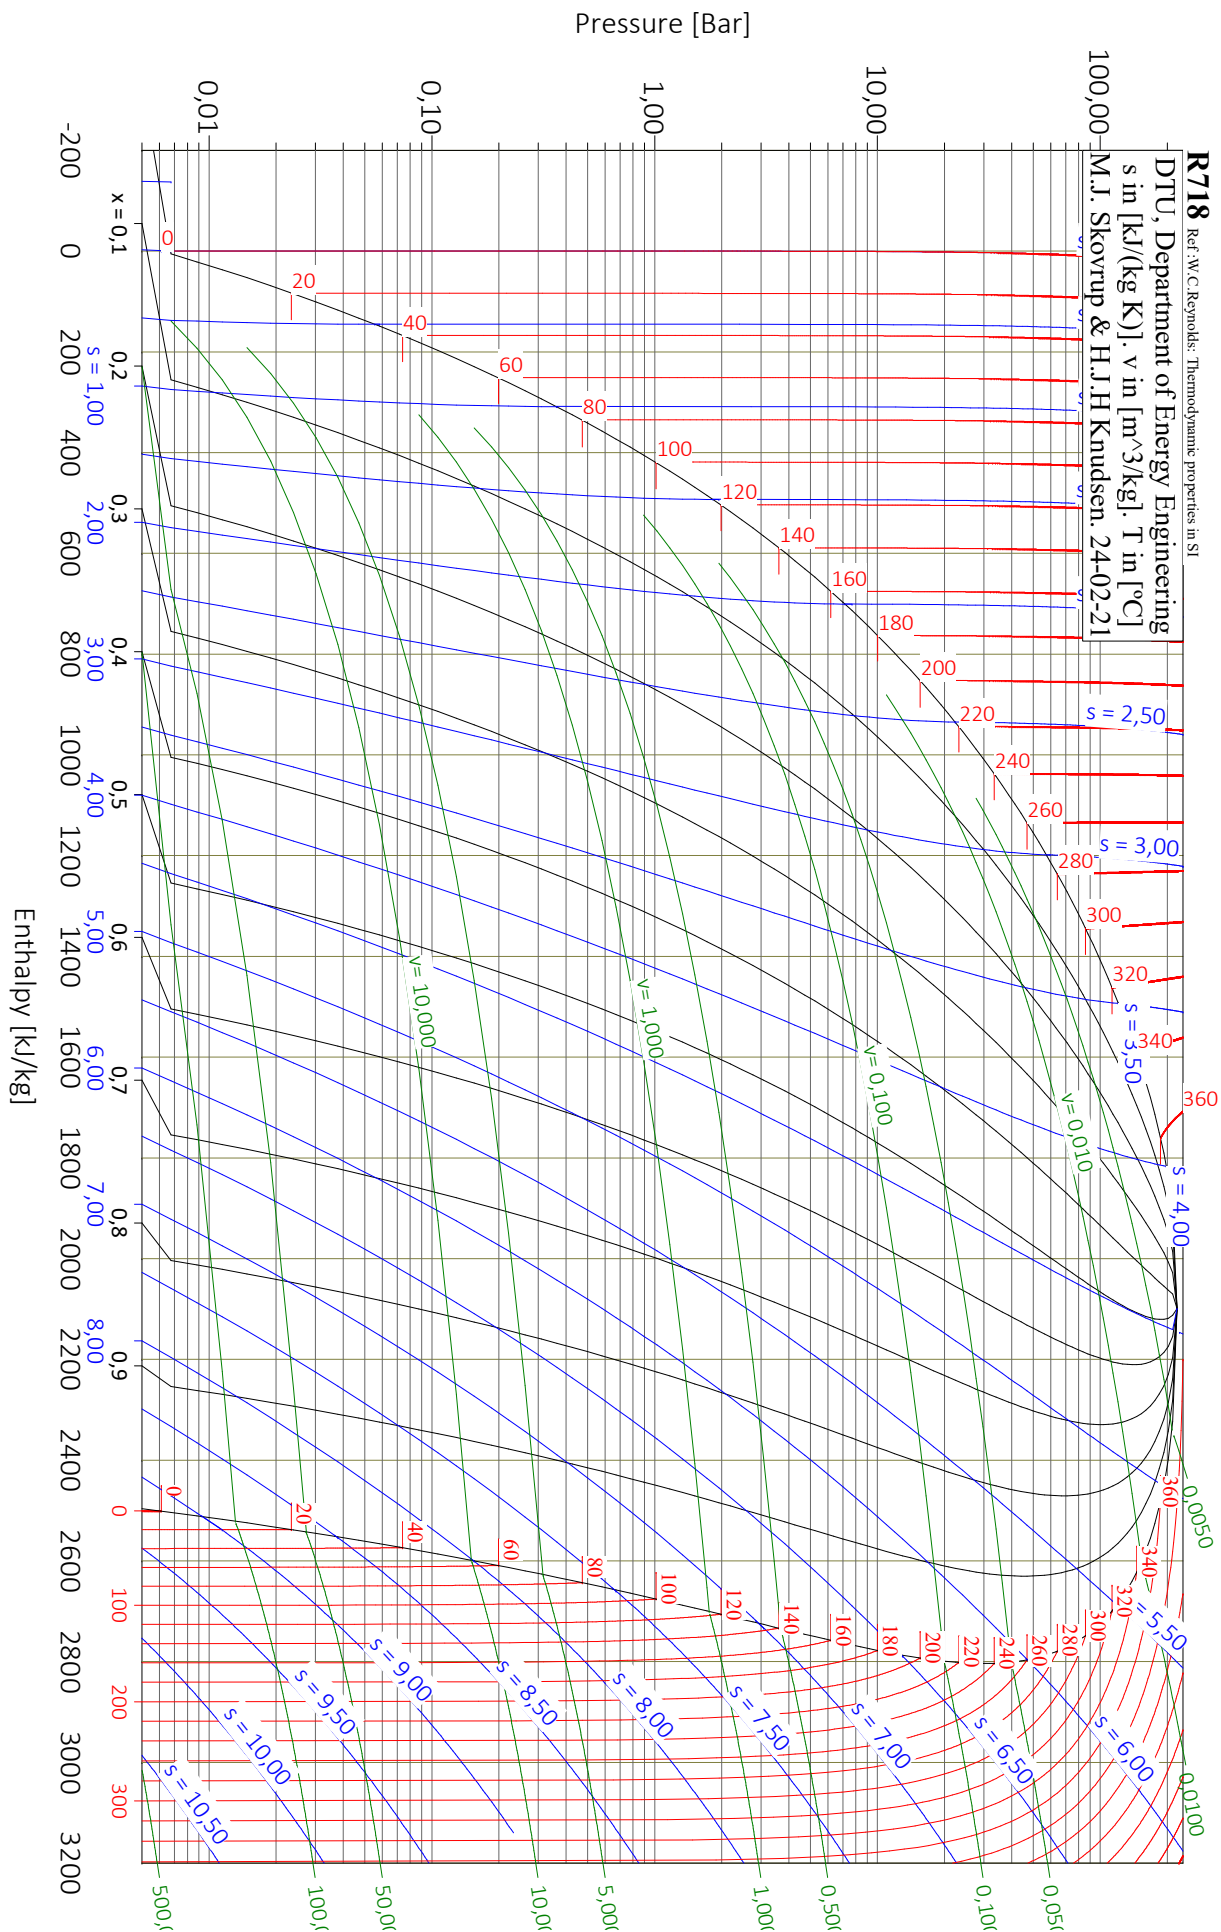
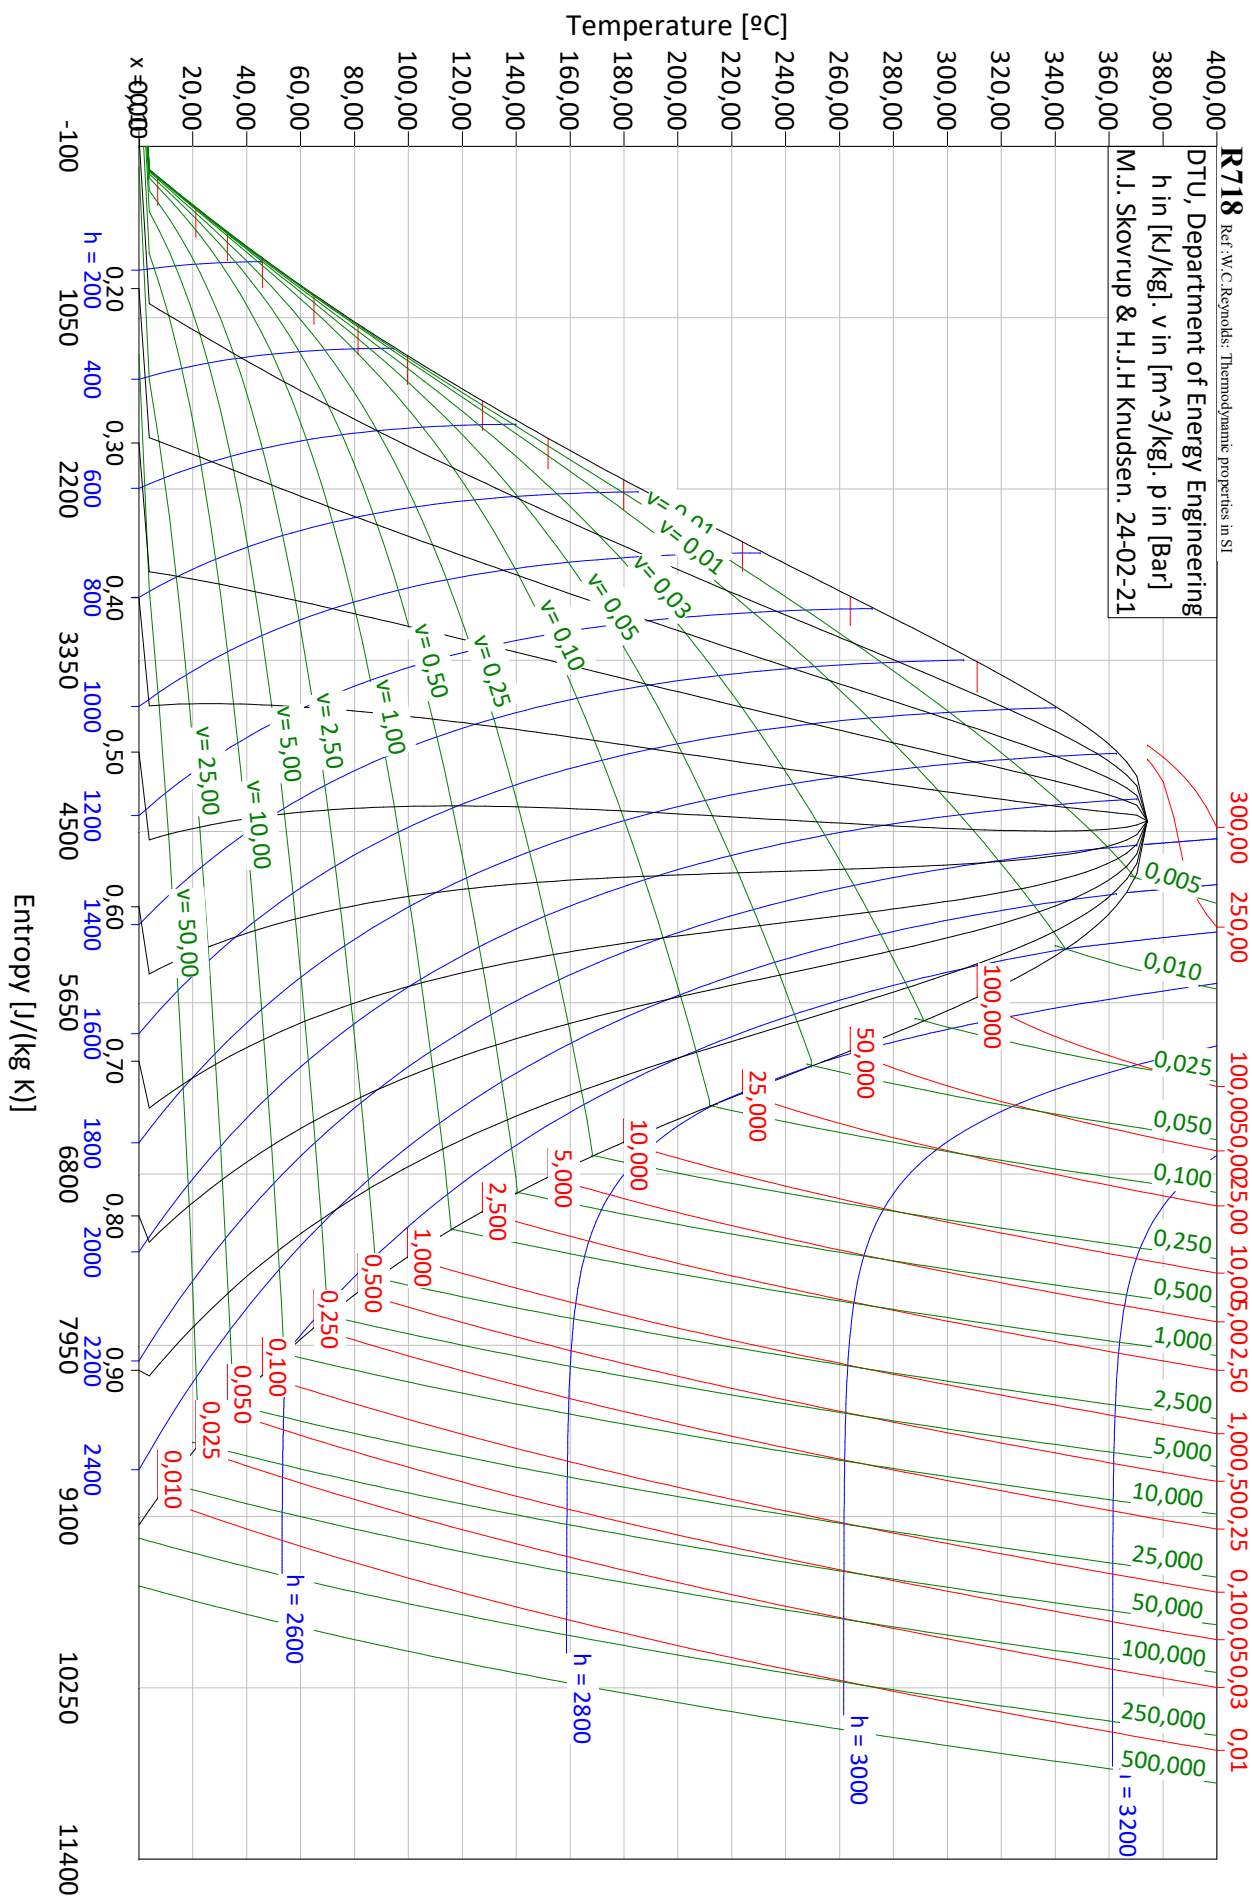

FIGURE 2 – Diagramme (P, h) de l'eau
FIGURE 3 – Diagramme (T, s) de l'eau
- Q4. Représenter le cycle dans les diagrammes (P, h) (Figure 2) et (T, s) fournis (Figure 3).